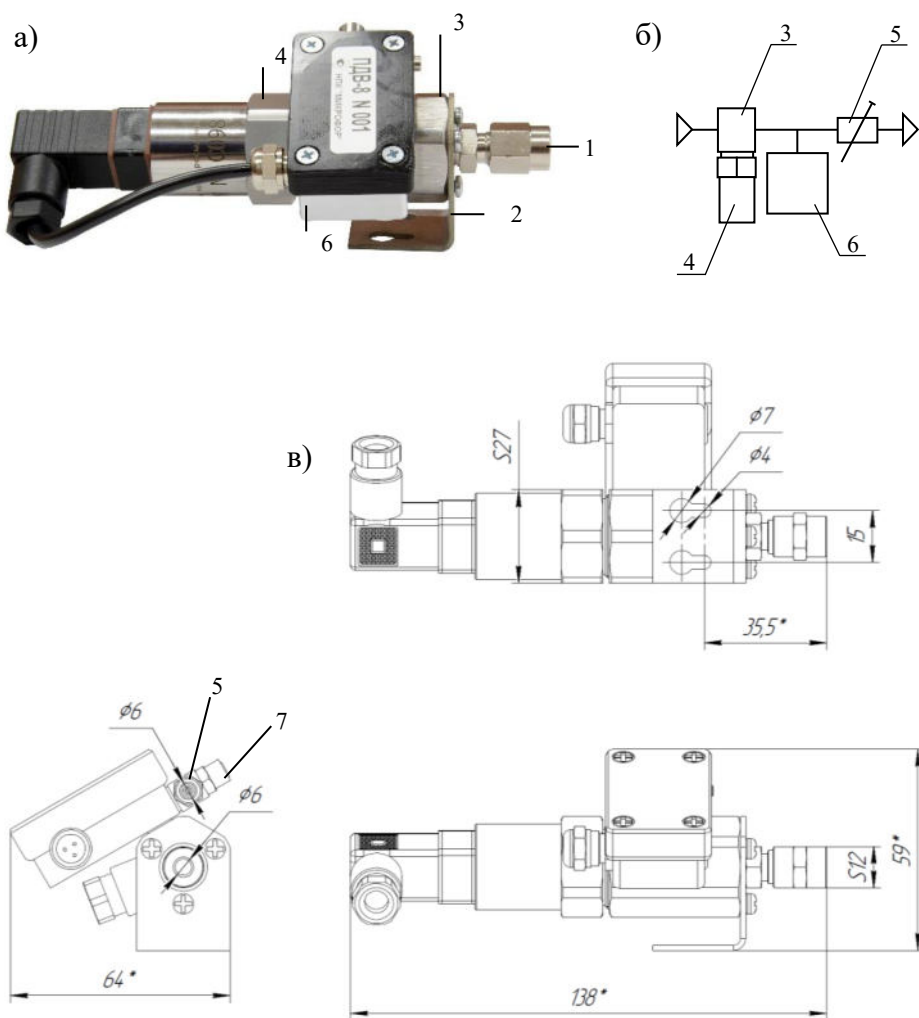

Рис.7. а) Внешний вид, б) габаритные размеры, в) принципиальная пневматическая схема **ПДВ-8**
2.10. Проточная камера пробоотборного устройства **ПДВ-8** (рис.7) имеет **на выходе** регулируемый дроссель для установки расхода газа, рассчитанный на давление не более 1 МПа. Регулировка осуществляется плоской отверткой. Преобразователь влажности находится **при входном давлении**. Пробоотборное устройство оснащено измерительным преобразователем избыточного давления с диапазоном измерений от 0 до 10 кгс/см² и датчиком атмосферного давления для автоматической коррекции нулевого избыточного давления. При поставке в комплекте с преобразователями точки росы/иней ДТР (номер в ФИФОЕИ 83117-21) пробоотборное устройство ПДВ-8 имеет пределы допускаемой погрешности измерений избыточного давления не более $\pm 0,1$ кгс/см². При использовании с другими средствами измерений ПДВ-8 является индикатором.